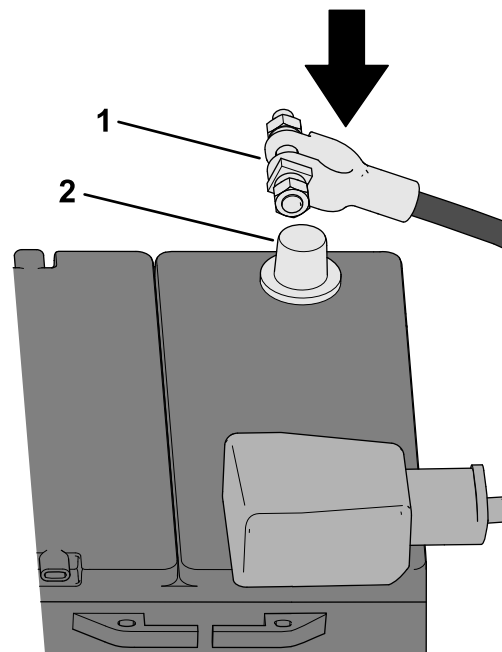

Figura 44
1. Conecte el cable negativo (-) de la batería al borne de la batería (Figura 44).